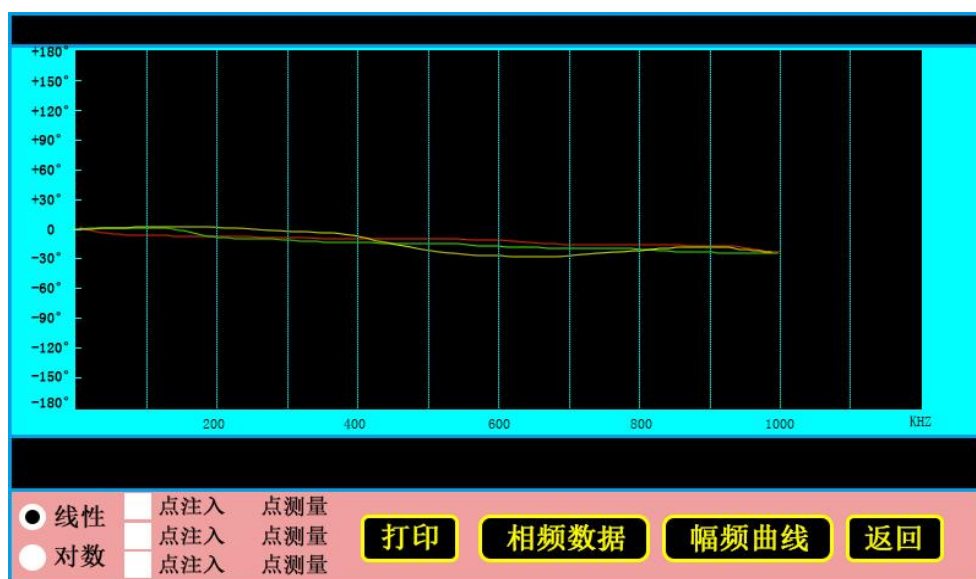

图 3.14 频响法幅频数据界面
- (7) 点击“数据”即可进入图 3.14 查看各测量频率点对应的分贝值；
- (8) 点击“返回”返回主界面。